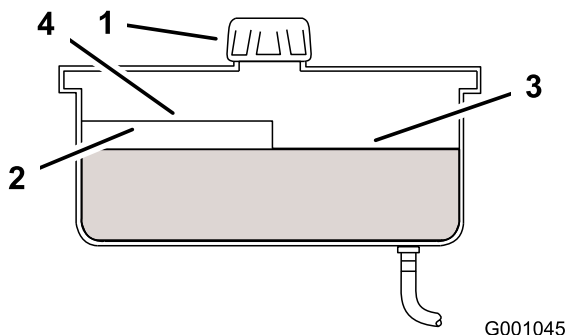

Figura 75
2. Limpie alrededor del cuello de llenado del depósito de aceite hidráulico (Figura 75).
3. Retire el tapón del cuello de llenado. Mire dentro para ver si hay aceite en el depósito (Figura 75).
Nota: El nivel de aceite debe llegar a la parte superior del nivel caliente del tabique cuando el aceite está caliente (Figura 75).